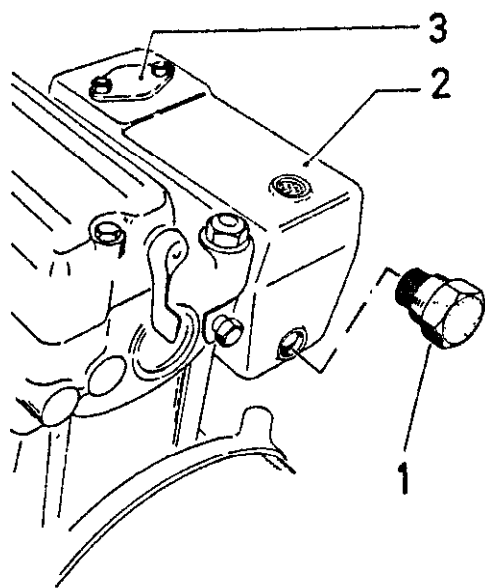

Fig. 65
1. I kaldt vær — eller når det er frostfare — må vannet tappes ved hjelp av de to avtappingskranene (1) på vannpumpen.
2. Lyddemperen tappes ved å skru ut zinkproppen i forkant (se fig. 65).